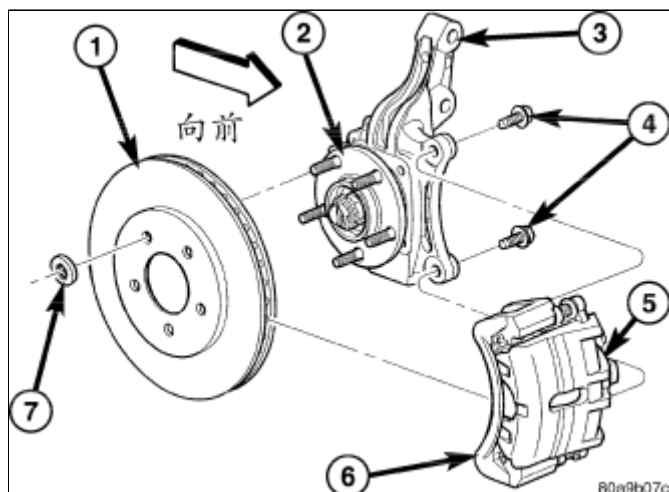

图 1 前制动器装配
3. 拆卸两个固定盘式制动器卡钳适配器至转向节的适配器安装螺栓\(图 1\)。